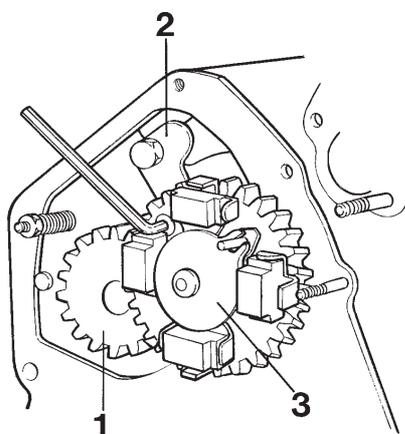

Fig. 67 Dépose de l'arbre à cames
4. Enlever les vis pour l'arrêt (une vis est accessible par le trou dans le pignon d'arbre à cames), figure 67.